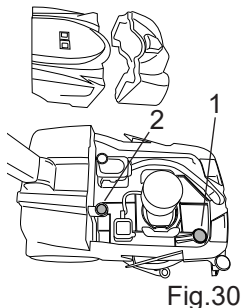

Fig.30
- Снимите фильтр и промойте его водой (рис. 30 - поз. 1).
- Снимите фильтр и промойте его водой (рис. 30 - поз. 2).